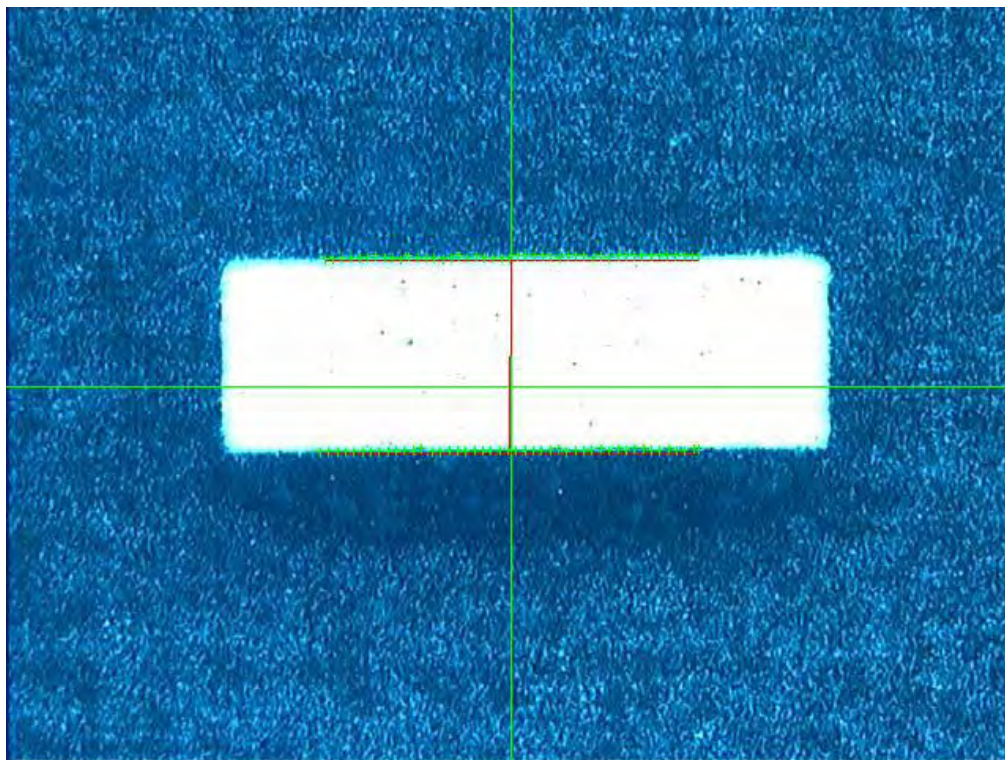

Figure 3-15
- IV. Cliquer sur le bouton  ou appuyer sur la touche Entrée pour recueillir les données de distance, comme sur la Figure 3-15.